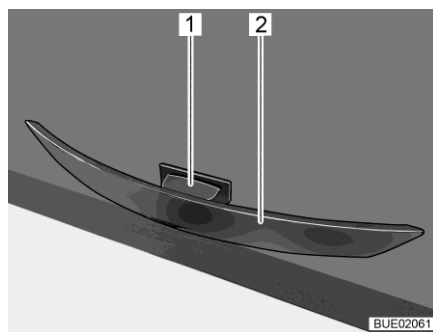

Bild 84 Griff mit Entriegelungstaste
- Entriegelungstaste (Bild 84,1) drücken und gedrückt halten.
- Am Griff (Bild 84,2) ziehen, bis die Möbelklappe offen ist.